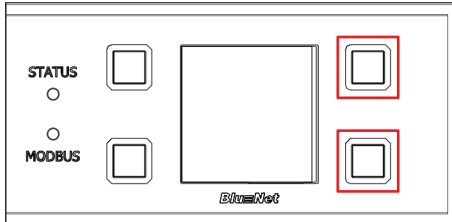

Abb. 81: Display mit Bedientasten
**1.** Die zwei Tasten rechts neben dem Display drücken und gedrückt halten (Abb. 81/rote Markierung).
**4.** Die zwei Tasten neben dem Display loslassen (Abb. 81/rote Markierung).